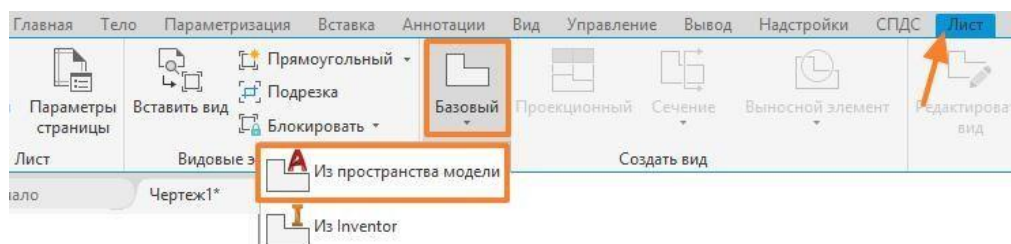

Рисунок 9.16 – Вкладка стрічки *Лист*
3. Створення ортогональних видів деталі. На стрічці оберіть вкладку **Лист**, потім на панелі **Создать вид** натисніть кнопку **Базовый** → **Из пространства модели** (рис. 9.16).